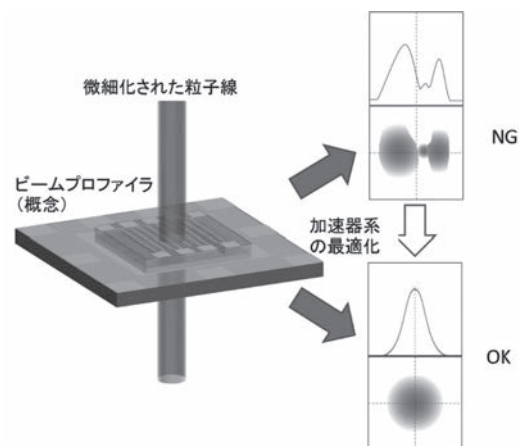

図1 粒子線ビームプロファイラ (概念)
1990年代以降、HIMACをはじめとして大型加速器を用いた重粒子線治療技術が急速に発達している。現在粒子線治療のビーム形成が初期のコリメート方式からスキニング方式が主流になりつつある。これまでに確立されたガンナイフ、サイバーナイフ等の放射線治療装置に加え免疫療法やホウ素中性子補足療法 (BNCT)、放射線核種 (RI) 内用療法等が近年顕著な進展を見せる中で粒子線治療の優位性や差別化を明確にするために微小なレベルに制御されたビームによる微細かつ複雑な形状の病変部位を治療可能とする技術革新が求められる。質量を有する荷電粒子であるイオンは、量子ビームの中でも $\gamma$ 線や X 線のような電磁波、あるいは電子線や中性子の粒子線とは異なり、原理的にその運動エネルギーや軌道を電磁場により極めて正確に制御可能であり、高エネルギーイオンは体内に入射した後もほぼ直線的な飛跡に沿った極めて局在した細長い微小領域と、エネルギーによって正確に決まる飛程の末端に特に大きいエネルギーを高密度に付与する (ブラッグピークを有する) という際立った特長を有している。イオンビームの微細化は、この優位性を最大限に活かす途といえる。しかし微細化されたビームを実際に治療に用いるには、事前にそのビームスポットの線量を正確に把握する必要がある。そのためには例えば 1mm レベルのビームに対して  $100\mu m$  レベル以上の空間分解能だけではなく、重粒子線の場合には人体に入射した後の核破砕粒子による線量への寄与の評価も重要である。微細な複数の電極を基板両面に形成した半導体検出器 (図1) は、電離箱やシンチレータより線質分別能が高い。また、イメージングプレートやフィルム線量計と異なり、その場でデータを読み出して表示すればリアルタイムモニタとな